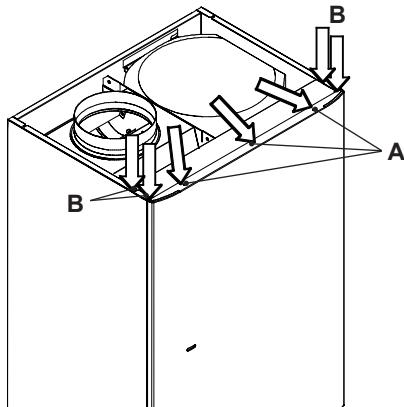

рисунок 9.1
- Ослабьте винты А (рисунок 9.1).